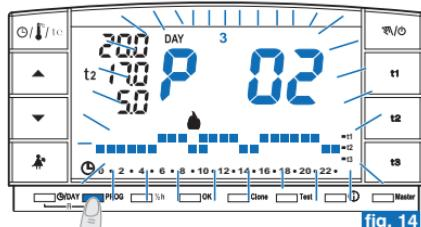
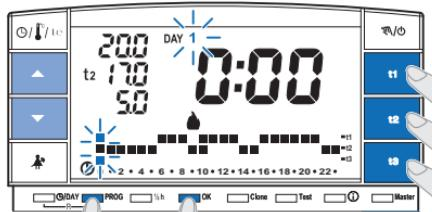

fig. 14
fig. 15
- Para modificar las **configuraciones** del programa P01, P02 o P03 grabado anteriormente, pulsar la tecla PROG para entrar en visualización de los programas, pulsar las teclas ▲▼ (o bien PROG por impulsos) hasta que sobre la pantalla aparezca el número del programa que se desea modificar (P01 o P02 o P03) fig.14, presionar la tecla OK (o la tecla PROG) por 4 segundos para entrar a la modificación (ejemplo fig. 15); si el día a modificar no es el Lunes, presionar una o varias veces OK hasta seleccionar el día deseado.
- Modificar el perfil diario utilizando las teclas t1, t2 o t3 (ejemplo fig. 15).